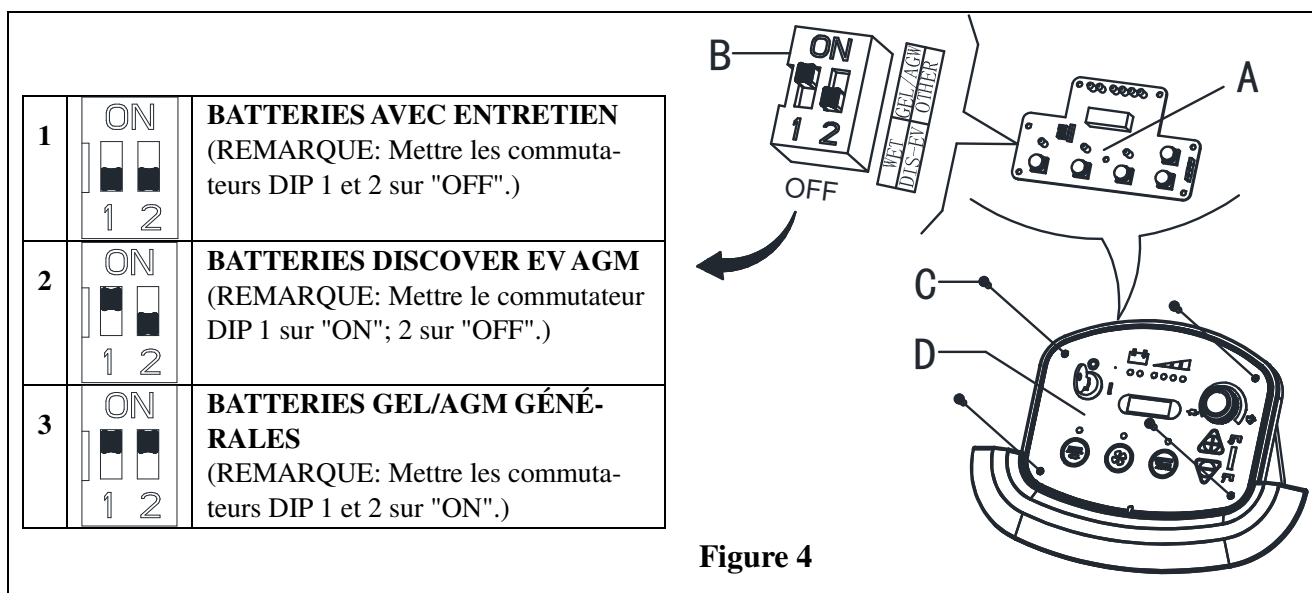

Figure 4
Lorsque de l'installation de nouvelles batteries, veuillez vous référer à la figure 4 pour régler les commutateurs DIP. Sinon, les batteries peuvent être endommagées.
1. Tourner la clé de contact (35) sur "I" et dans les toutes premières secondes de fonctionnement de la machine, prêter attention à ce qui suit:
- Si le premier témoin lumineux vert (38) clignote, la machine est réglée sur GEL/AGM.
- Si le témoin lumineux jaune (37) clignote, la machine est réglée sur Discover EV AGM.
- Si le témoin lumineux rouge (36) clignote, la machine est réglée sur batteries AVEC ENTRETIEN.
4. Dévisser les vis sur le panneau de commande (C, Figure 4), puis retournez le PCB (A Figure 4) pour trouver le commutateur DIP (B, Figure 4) pour régler le type de batterie (AVEC ENTRETIEN OU Discover EV AGM ou GEL), (Se référer à 1 ou 2 ou 3).